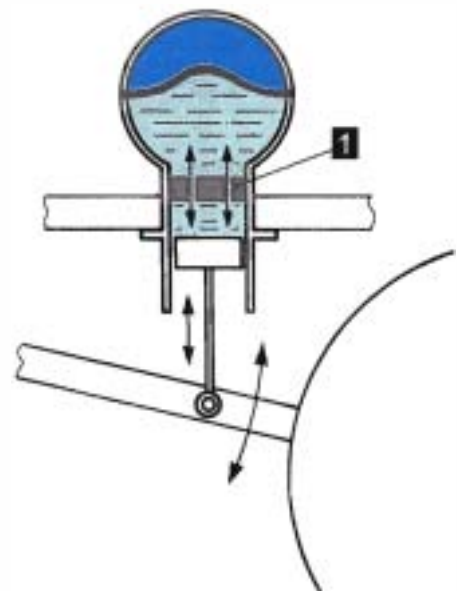

Figure 14.12 • Suspension hydropneumatique.
- Déplacement d'un liquide à travers un amortisseur fixe : la **suspension hydropneumatique** Citroën (figure 14.12), équipée d'un cylindre et d'un piston ayant un mouvement relatif. Un déplacement de liquide est nécessaire à la transmission de l'effort à la masse d'air, il suffit d'incorporer un piston fixe percé de trous calibrés pour assurer l'amortissement.